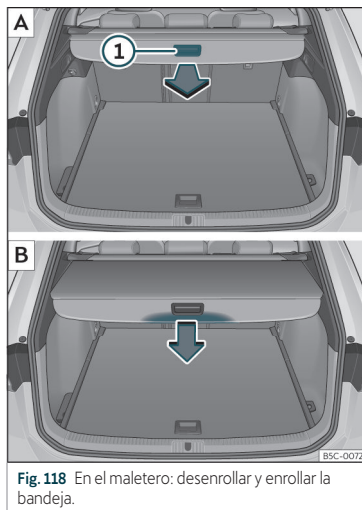

Fig. 118 En el maletero: desenrollar y enrollar la bandeja.
- Tire uniformemente de la bandeja por el asidero >>> **fig. 118** ① [A] hacia atrás y extráigala hasta el tope hasta que encastre de forma audible.
- Presione sobre el asidero de la bandeja en el sentido de la flecha hasta desbloquearla >>> **fig. 118** [B].